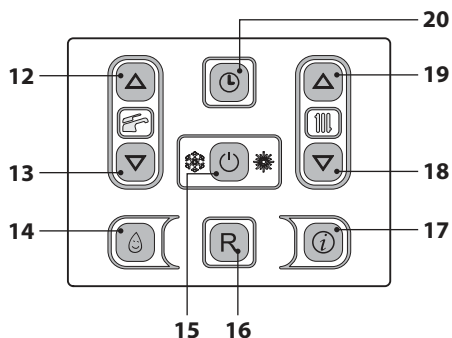
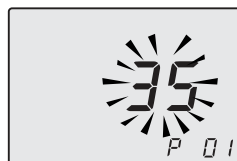

Figura 9.27
Figura 9.28
- Entre en la "modalidad de programación" pulsando simultáneamente durante 10 segundos los botones 15 - 18 - 19 (Figura 9.27) hasta que aparezcan en el display LCD las letras **P01** alternadas con el valor del parámetro (91=M260MK.2025 SM/T o 92=M260MK.2530 SM/T), indicando que se ha entrado en el "parámetro 01" (Figura 9.28).